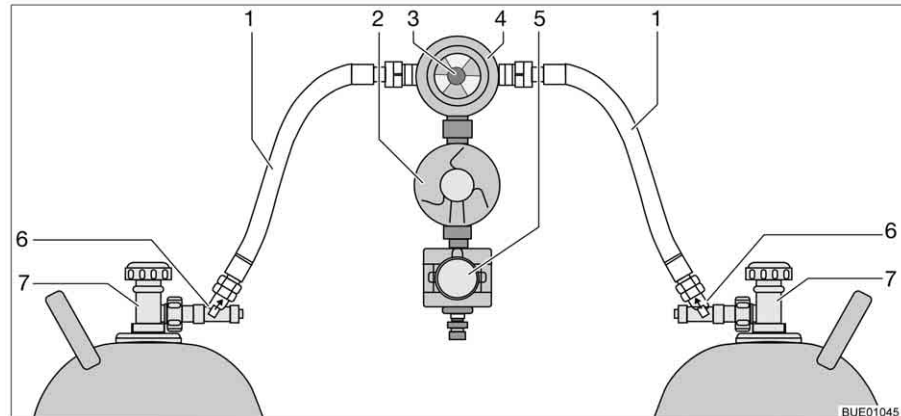

Bild 125 Crash-Protection-Unit-Umschaltanlage
Die Crash-Protection-Unit besteht aus zwei Durchflussbegrenzern mit manueller Entriegelung (Bild 125,6), einem Umschaltventil (Bild 125,4) mit Druckregler (Bild 125,2), einem Elektroventil (Bild 125,5) und der Bedieneinheit mit dreifarbiger LED. Das Umschaltventil ist zwischen den beiden Gasschläuchen (Bild 125,1) montiert.
Mit dem Drehknopf (Bild 125,3) am Umschaltventil lässt sich bestimmen, welche der Gasflaschen als Betriebsflasche und welche Gasflasche als Reserveflasche verwendet wird.
An der Bedieneinheit (Bild 126) können nur die elektrischen Funktionen geschaltet werden. Die Haupt-Absperrventile der Gasflaschen (Bild 125,7) und die Entriegelungen (Bild 125,6) müssen von Hand geöffnet werden.
- Haupt-Absperrventile an den Gasflaschen (Bild 125,7) öffnen.
- Entriegelungen (Bild 125,6) nacheinander 10 Sekunden lang drücken.
- Mit dem Drehknopf (Bild 125,3) am Umschaltventil (Bild 125,4) die Gasflasche wählen, der vorrangig das Gas entnommen werden soll (Betriebsflasche).
- Haupt-Absperrventile an den Gasflaschen (Bild 125,7) schließen.